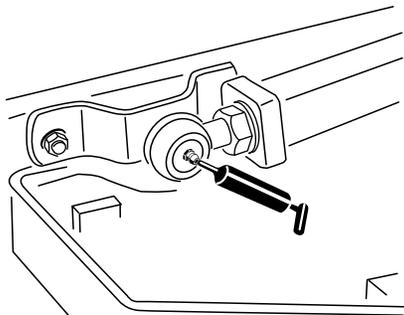

Figure 39
- Rotules de bras de levage (2) (Figure 39).